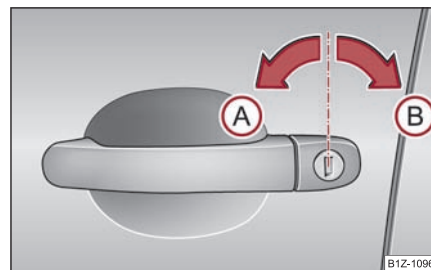

Fig. 41 Pozițiile cheii pentru încuiere și descuiere
- Rotiți cheia în butucul ușii conducătorului în poziție de deschidere (A) ⇒ fig. 41.
- Rotiți cheia în încuietorea ușii conducătorului auto în poziție de încuiere (B) ⇒ pagina 45, fig. 41.